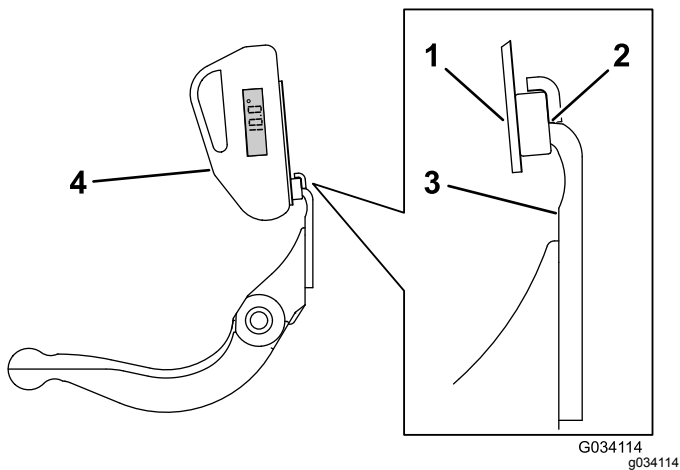

図 30
3. 傾斜計マウントのマグネットのエッジがベッドナイフのエッジに密着するように、ベッドナイフのエッジに傾斜計マウントをセットする 図 30。
4. 図 30 に示すようにマウントに傾斜計を取り付ける。